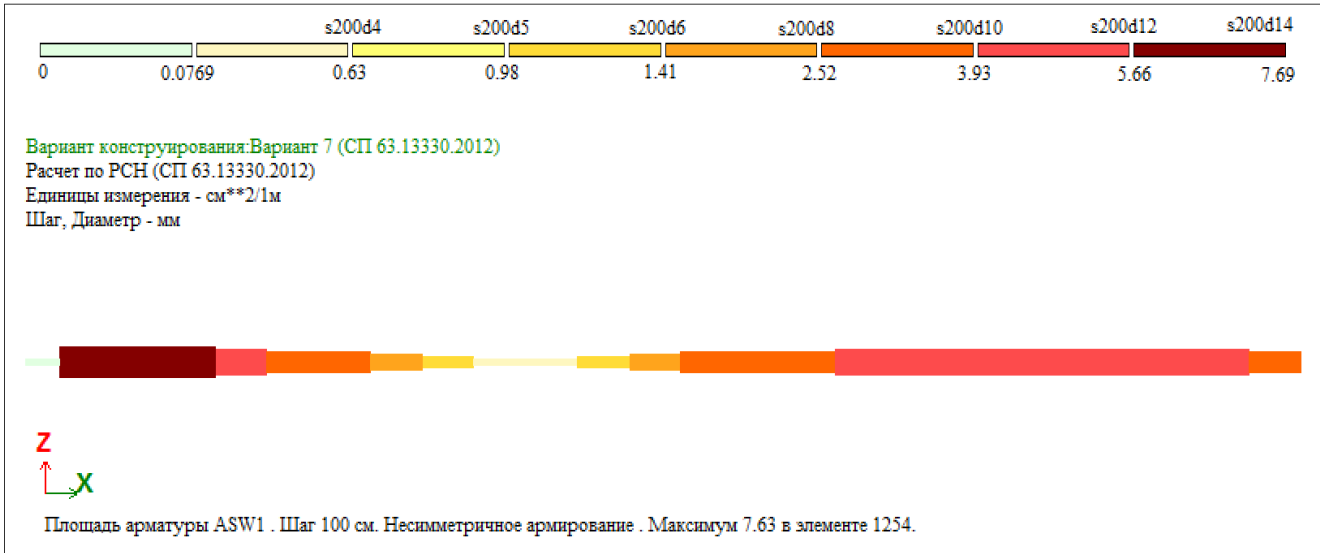

Рис. 20.13. Результаты подбора поперечной арматуры балки
- Для получения сведений о поперечном армировании щелкните по кнопке **Поперечная вертикальная арматура ASW1** . На экране появится мозаика армирования балки поперечной арматурой (рис. 20.13). Результаты расчета поперечной арматуры необходимо интерпретировать следующим образом. Если при конструировании балки предусмотреть арматуру в виде одного каркаса с одним